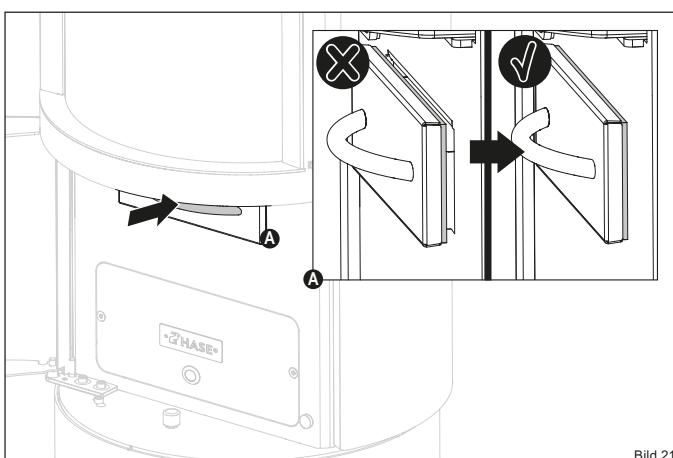

Bild 21
Achten Sie beim Einschieben des Aschebehälters darauf, dass dieser bündig mit der Dichtung anliegt (Bild 21).
- ✓ Schieben Sie den Aschebehälter wieder in die Öffnung, so dass dieser bündig mit der Dichtung anliegt (Bild 21).
- ▶ Schieben Sie den Aschebehälter wieder in die Öffnung, so dass dieser bündig mit der Dichtung anliegt (Bild 21).
- ▶ Schieben Sie den Aschebehälter wieder in die Öffnung (Bild 21).